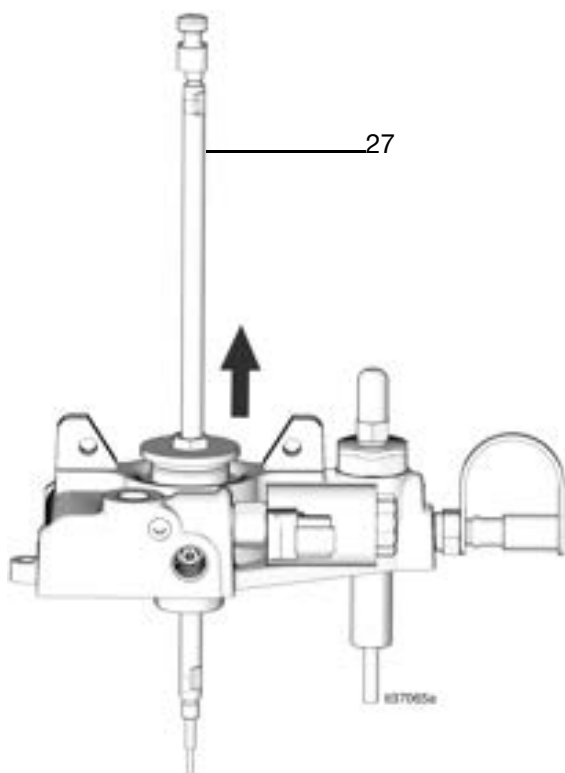

FIG. 46
29. Tirez la tige de pompe pour la sortir (FIG. 46).